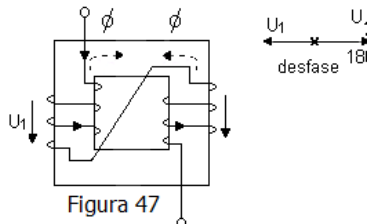

Figura 47
A.2.) Uniendo el fin de un devanado con el principio del otro, se obtiene un desfase de  $180^\circ$  (Figura 47)